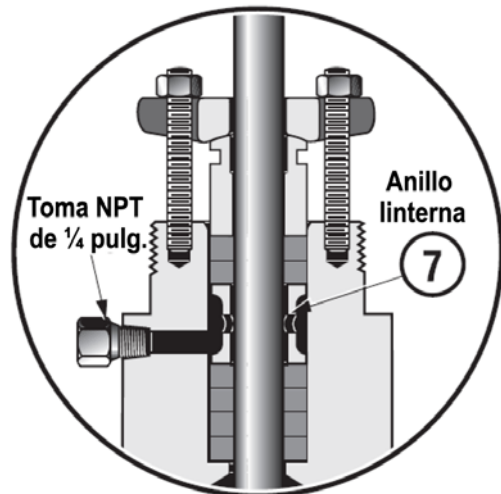

Figura 2: Conexión de lubricador (opcional)
NOTA: En las válvulas equipadas con una conexión de lubricador opcional, consulte en la Figura 2 la cantidad correcta de anillos que colocar por debajo del anillo de cierre hidráulico (7).
- E. Vuelva a colocar el seguidor (5) y la brida del empaque (4).
- F. Vuelva a colocar y apriete las tuercas de los espárragos del empaque (3).
- J. Si había una conexión de detección de fugas instalada, conéctela en la toma NPT lateral de la capucha. De lo contrario, asegúrese de que la toma NPT de 1/4 pulg. ha permanecido en su posición (Figura 2).
- B. Instale el empaque del anillo de asiento (11) y el anillo de asiento (14).
J. Si había una conexión de detección de fugas instalada, conéctela en la toma NPT lateral de la capucha. De lo contrario, asegúrese de que la toma NPT de 1/4 pulg. ha permanecido en su posición (Figura 2).